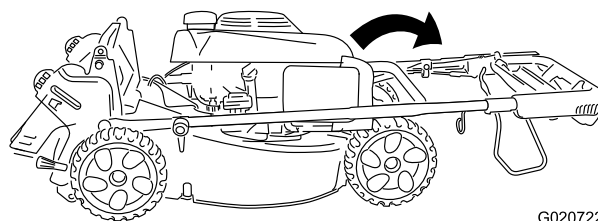

Figure 5
2. Dépliez la moitié supérieure du guidon vers l'avant jusqu'à ce que les deux moitiés soient dans le prolongement l'une de l'autre et s'emmanchent ensemble correctement, comme montré à la Figure 5.